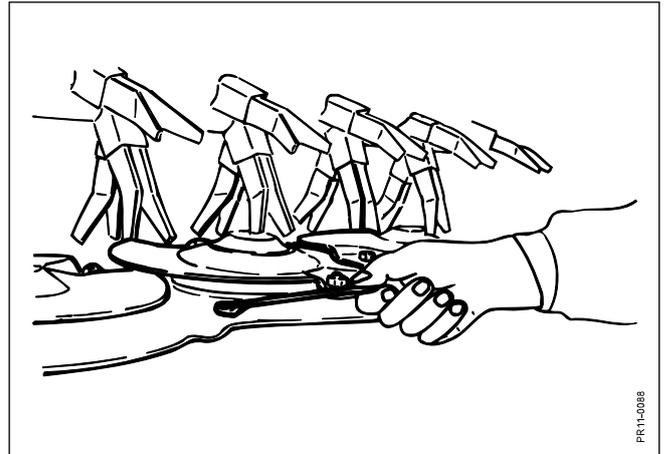

Fig. 5-5
- Fig. 5-5** Vérifier le serrage des demi-lune qui protègent les disques et des contre-couteaux.